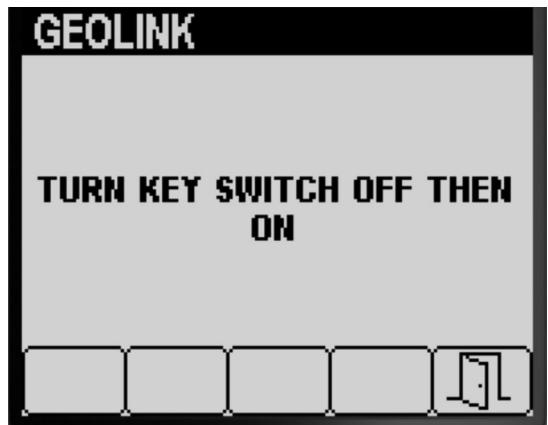

図 38
5. ボタン5を押すと設定を保存してジオリンク画面を終了し、設定画面に戻る図 38。